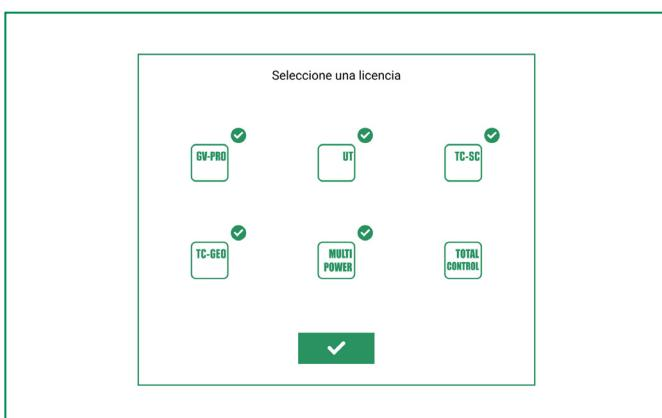

Figura 149. Servicios web ISOBUS, selección de licencias
3. Al iniciar sesión, es necesario seleccionar las licencias que se deseen activar pulsando sobre ellas (Figura 149). Las licencias no seleccionadas permanecerán sin activar. Si se dispone de la licencia "Total Control", al seleccionarla, las demás se desactivarán y aparecerán en gris, ya que esta incluye todas las demás.